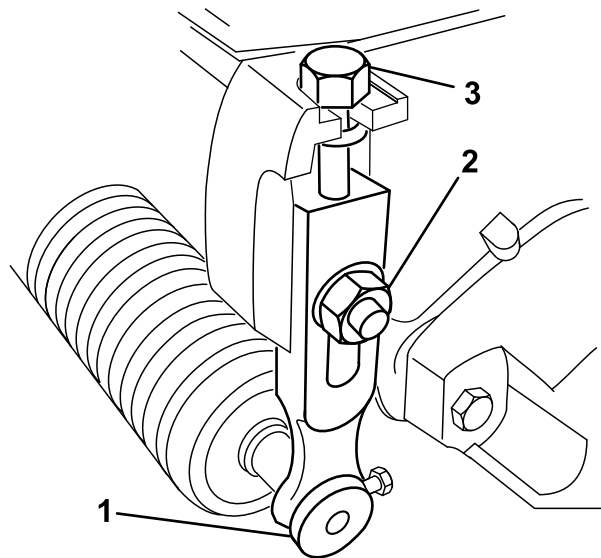

Figura 17
1. Afloje las contratuercas que sujetan los brazos de altura de corte a las chapas laterales de la unidad de corte (Figura 17).